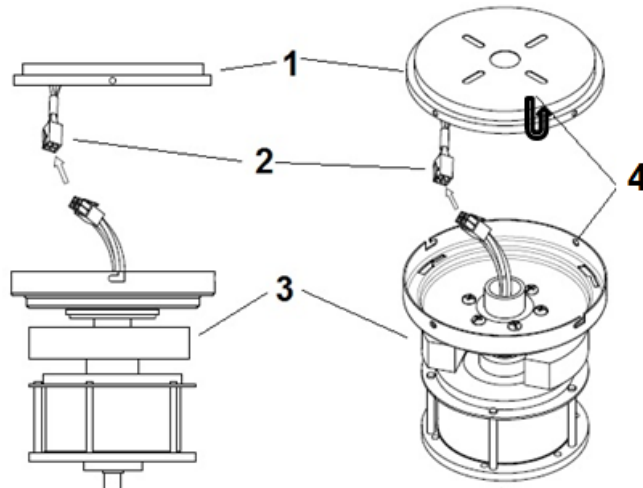

Abb. 3
- Setzen Sie die Ventilatoreinheit an der Halterung (1) an und führen Sie die J-Laschen der Deckenhalterung durch die Öffnungen der Halterung (4) an der Ventilatoreinheit, und drehen Sie im Gegenuhrzeigersinn, um die Ventilatoreinheit (3) an der Deckenhalterung (4) zu befestigen. Abb. 3
- Verbinden Sie Stecker und Buchse (2). Abb. 3